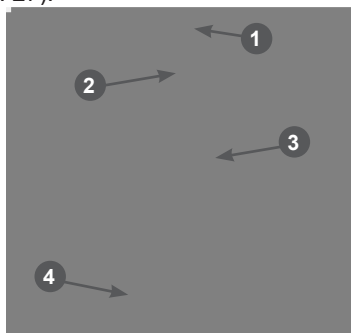

Рис. 27 Обслуживание топливных фильтров
В топливном баке установлены два сетчатых топливных фильтра. Один фильтр устанавливается в заливной горловине топливного бака. Второй фильтр конструктивно объединен со штуцером топливного бака и установлен внутри бака (Рис. 27).
Топливный фильтр 2 (Рис. 27), установленный в горловине бака, проверяйте
Одновременно с очисткой топливного бака необходимо проверять и очищать фильтр 4, установленный внутри бака (Рис. 27). Поврежденный или сильно загрязненный фильтр необходимо заменить.
- Выкрутите из топливного бака выходной штуцер 4 и произведите его очистку (Рис. 27). Внимательно осмотрите сетчатый фильтр. При обнаружении механических повреждений замените штуцер топливного бака.